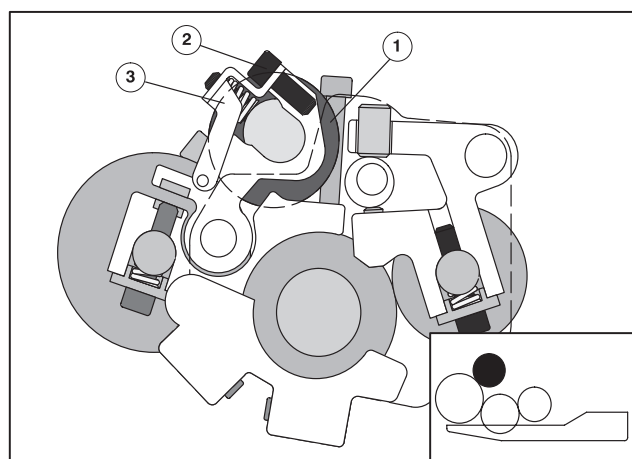

Рис. 26 Демонтаж увлажняющего растирочного валика
- ❶ Полностью выкрутите винты с внутренним шестигранником (Рис. 26/❷) на стороне привода и стороне обслуживания с помощью инструмента печатника, выньте винты и поверните крышку подшипника (Рис. 26/❸) вверх.
- ❷ Вытащите из опор увлажняющий растирочный валик (Рис. 26/❶) с втулками подшипника на оси.